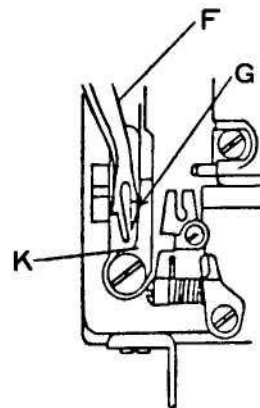

Рис. 22
2. Поверните маховое колесо так, чтобы вилочный нитевой крючок «F» переместился как можно ближе к точке «C» на защите иглы «K» (рис. 22), если «F» соприкасается с «G», необходимо более точно отрегулировать опорную муфту эксцентрика.